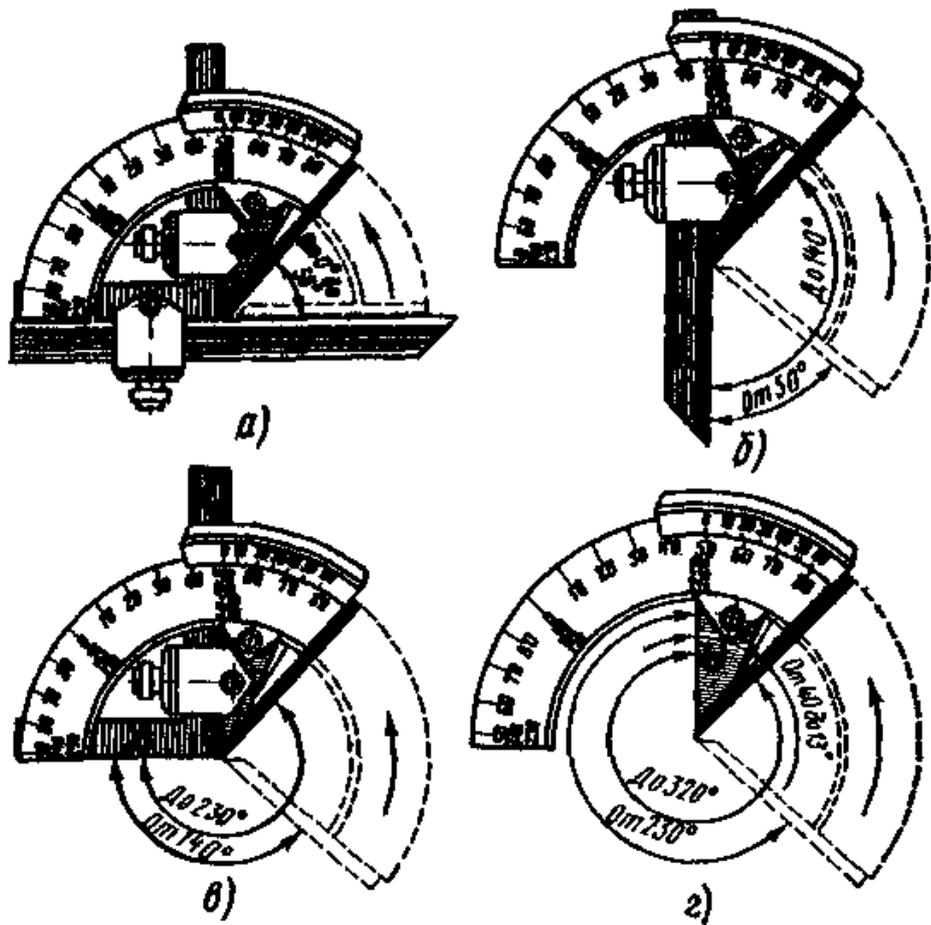

Рис. 21. Установка угломера для измерения углов
- а) если на угломере установлен угольник и линейка (рис. 21, а), то можно измерять углы от 0 до 500 ;
- б) если убрать угольник и на его место закрепить линейку, можно измерять углы от 50 до 1400 (рис. 21, б);
- в) если убрать линейку и оставить только угольник (рис. 21, в), то можно измерять углы от 140 до 2300 ;
- г) при отсутствии линейки и угольника (рис.21, г) можно измерять углы от 230 до 3200 .